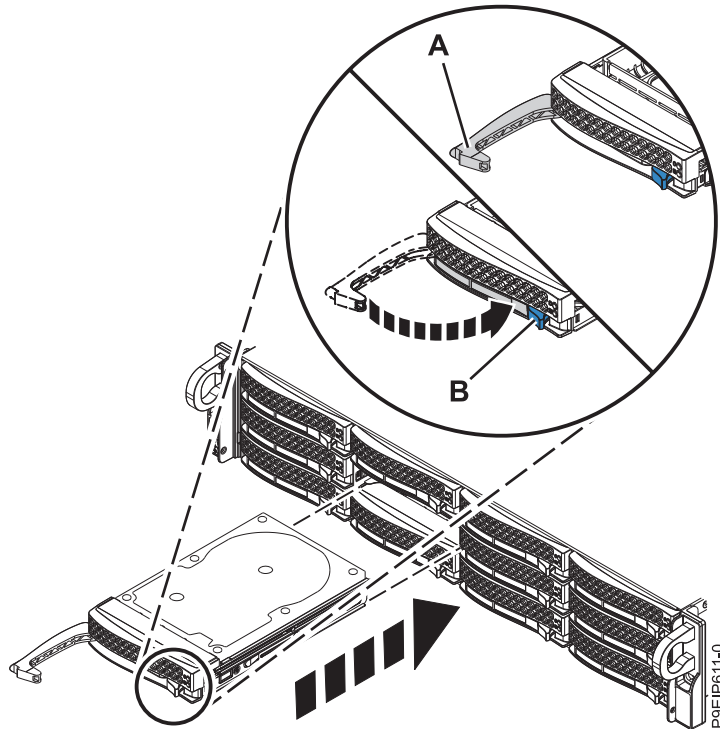

Figura 15. Detalle de bloqueo de la unidad de disco
7. Bloquee el asa de la bahía de unidad (A) presionando el pestillo de liberación del asa hasta que encaje en (B) como se muestra en la Figura 15 en la página 16.